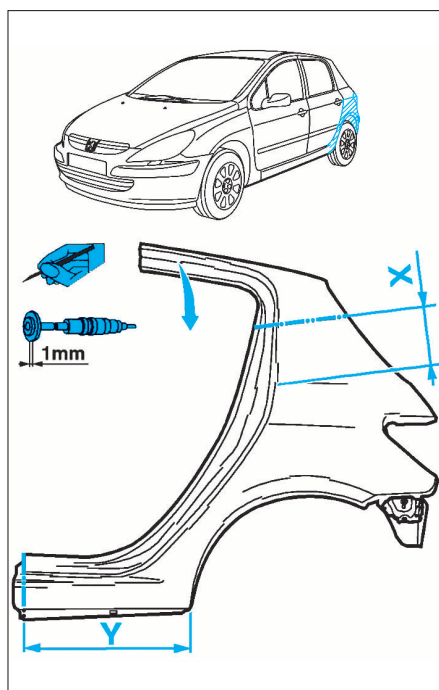

FIG. 97
- Tracer, découper et dépointer selon (Fig.97 à 100).